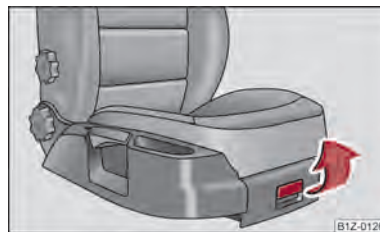

Fig. 83 Asiento del acompañante: Portaobjetos
- Para abrir la tapa, inclinar el cierre y levantar la tapa ⇒ fig. 83.